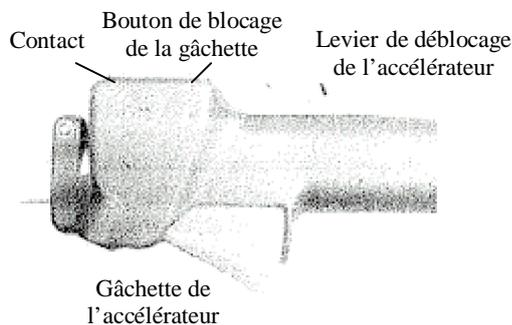

Figure 24
1. Régler la gâchette d'accélérateur au ralenti. Figure 24